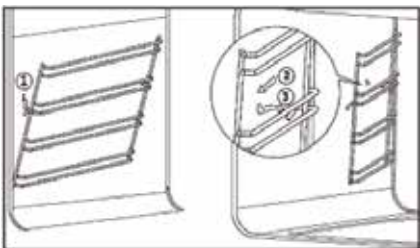

Рис. 11
ПРИМЕЧАНИЕ: Устанавливая уплотнитель на место, проследите, чтобы соединение уплотнителя было в центре нижней части [Рис. 11].
1. Снимите передний крючок с боковой стенки духовки как показано на Рис. 11.